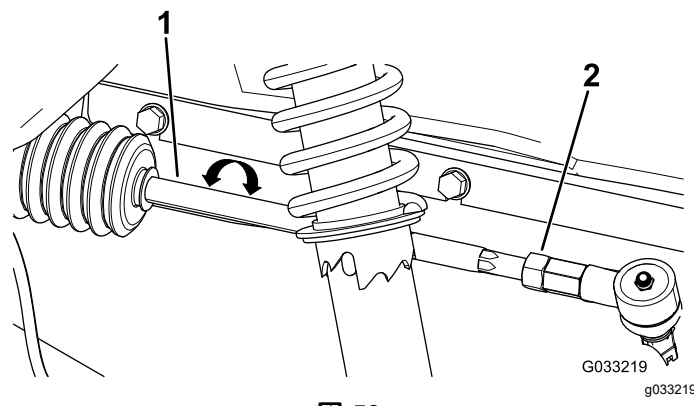

図 50
2. 前後の測定値の差が所定範囲0-6 mmにならない場合は、タイロッドの外側端部にあるジャムナットをゆるめて調整を行う (図 50)。